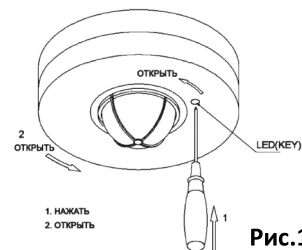

Рис.1
2. Нажмите на корпусе сенсора кнопку KEY и поверните крышку сенсора против часовой стрелки, как показано на Рис.1